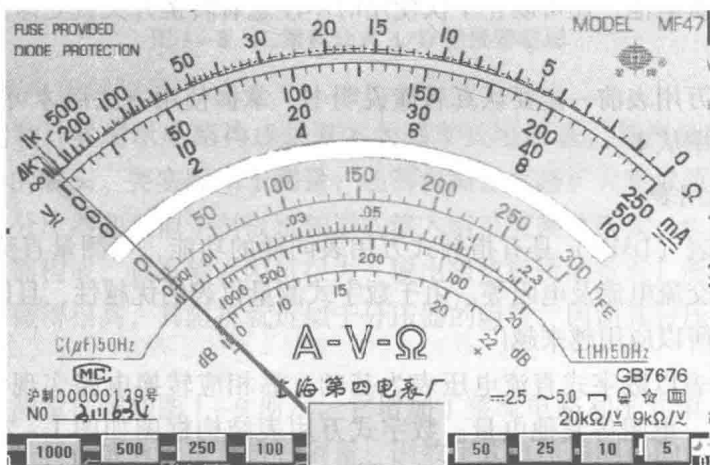

图 1-6 指针式万用表的刻度盘示意图
④ 被测电阻不能有并联支路，否则，测得的电阻值将不是被测电阻的实际阻值，而是某一等效电阻值，所以，测量前应断开所有并联支路。除非能肯定所有并联支路的等效电阻比被测电阻大得多，对测量影响不大。
⑤ 零欧姆调整要迅速，不调零时注意不要让两测试棒短接，以免浪费干电池。
(5) 正确读数。读数时首先应分清各类标尺，如图 1-6 所示为指针式万用表的刻度盘示意图，从相应的标度尺读数不要混淆。若表盘有反射镜，则应待指针与反射镜中镜像重合时读数，以尽量减少读数误差。万用表的读数方法如下：读数值 = 标示值 + 小格值 × 倍制值。